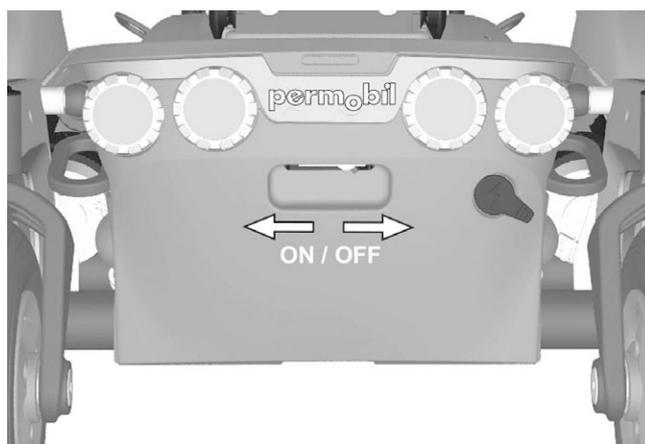

Abbildung 119. Hauptsicherung/Batterieschalter.
2. Hauptsicherung in die Stellung "AUS" bringen. Sie ist durch eine Aussparung in der Fahrgestellabdeckung erreichbar, siehe Abbildung. Siehe Abbildung. 119.
Hauptsicherung in Stellung "EIN" bringen, siehe Abbildung. 119